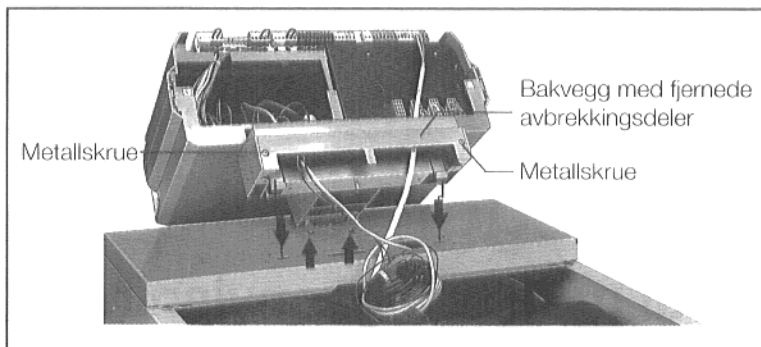

Fig. 3 Prinsippbilde
Fjern avbrykkingsdelene fra bakveggen på kabelkanalen til kontrollpanelet (fig. 3 og 4).
1. De to metallskruene dreies ut av klemmedekselet og dekselet tas av (fig. 3 og 7).
3. Kontrollpanelet settes på slik at innskyvningshakene føres inn i de ovale boringene, kontrollpanelet trekkes fremover og vippes litt bakover slik at de to elastiske hakene på høyre og venstre side går i inngrep (fig. 3).
7. Klemmedekselet og bakveggen til kabelgjennomføringen skrues på overdelen hhv. sokkelen til kontrollpanelet med å 2 metallskruer (fig. 3 og 7).